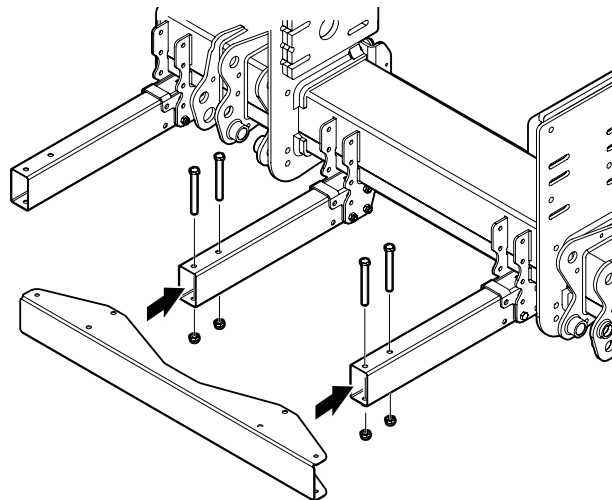

Imagen 43. Montaje de perfil de chapa interno
2. Monte el perfil de chapa central con 4 tornillos M12x110 en las consolas. Consulte Imagen 43.